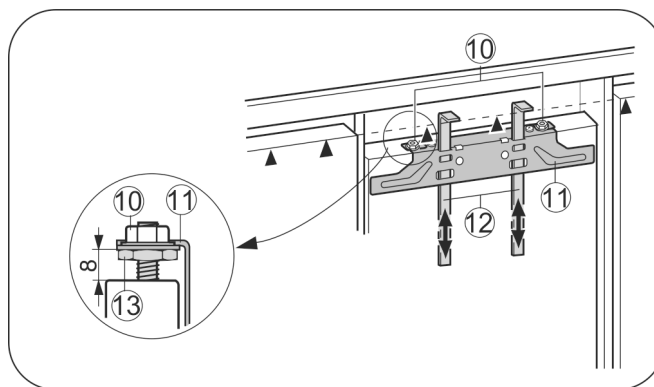

Fig. 17
- Spingere gli attrezzi di montaggio Fig. 17 (12) verso l'alto, all'altezza dell'anta del mobile. Bordo inferiore di battuta ▲ dell'attrezzo di montaggio = Bordo superiore dell'anta da montare.
- Allentare la traversa di fissaggio Fig. 17 (11) svitando i controdadi Fig. 17 (10).